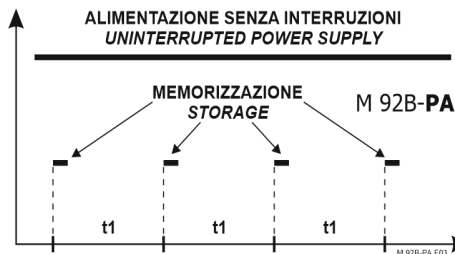

FIG. 3
1) senza interruzione giornaliera (Fig. 3)